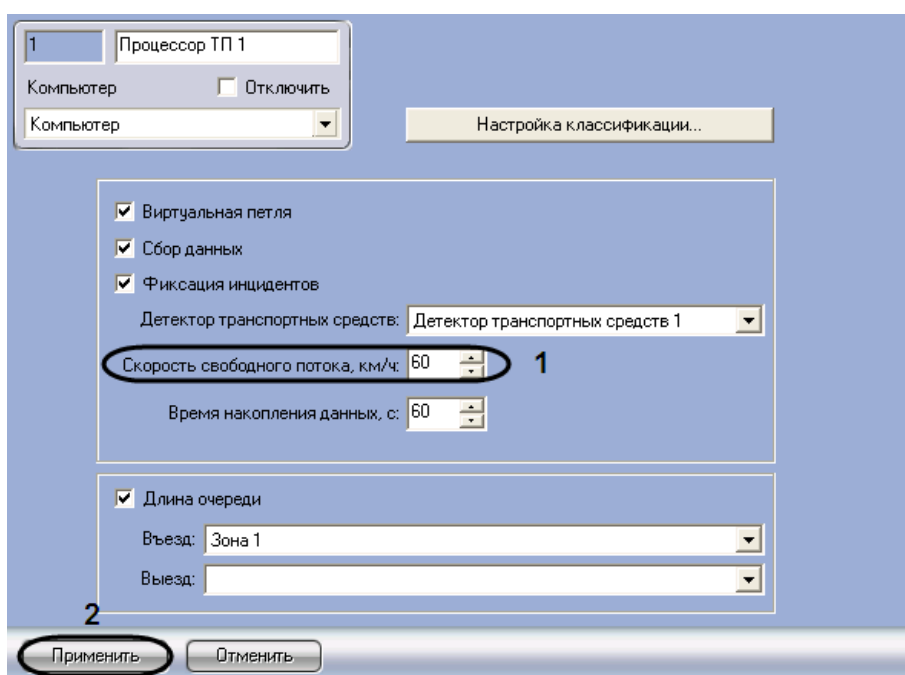

Рис. 7.6—11. Задание скорости свободного потока
1. Перейти на панель настройки объекта «Процессор ТП» (см. Рис. 7.6—11)
2. В поле со списком «Скорость свободного потока, км/ч» ввести скорость в километрах в час свободного транспортного потока в зоне детектирования (см. Рис. 7.6—11, 1)
3. Для сохранения внесенных изменений нажать кнопку «Применить» (см. Рис. 7.6—11, 2)